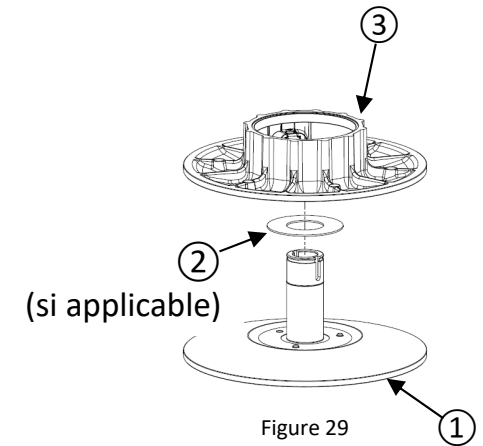

Figure 29
- Mettez la rondelle ② (si applicable) sur le flasque fixe ① puis placez le flasque coulissant ③ (figure 29).